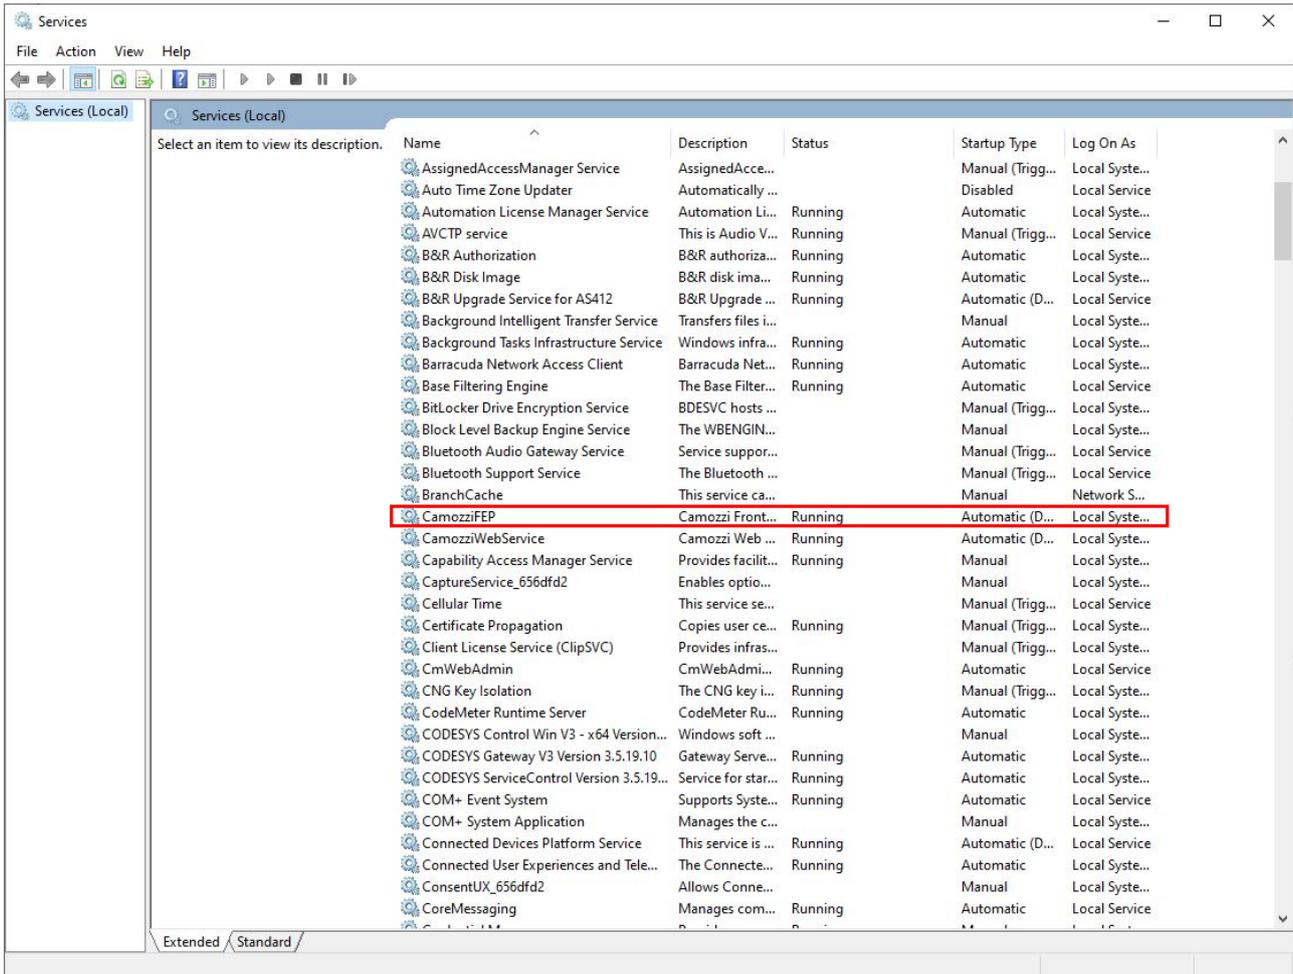

Figura 8.4: Servizio CamozziFEP
6. Accedere alla finestra servizi e verificare che lo stato del "CamoZZiFEP" sia in esecuzione (figura 8.4), nel caso non lo sia è possibile forzarlo manualmente accedendo alla stessa finestra con i privilegi d'amministratore.
- ❶ Se lo stato non è "running" (colore verde) cliccare sul comando "Start Gateway" affianco.
- ❷ Se non appare la COM con il numero seriale del dispositivo che si desidera collegare allora la connessione USB è assente, seguire le istruzioni nel capitolo 8.1.
- ❸ Se la connessione nella sezione "Tcp Connections" non è visibile accedere alla finestra servizi e verificare che lo stato del "CamozziFEP" sia in esecuzione (figura 8.4), nel caso non lo sia è possibile forzarlo manualmente accedendo alla stessa finestra con i privilegi d'amministratore.
❷ FEP: Se la connessione non è presente accedere alla finestra servizi e verificare che lo stato del "CamozziFEP" sia in esecuzione (figura 8.4), nel caso non lo sia è possibile forzarlo manualmente accedendo alla stessa finestra con i privilegi d'amministratore.
- ③ **Fast mode:** Se non sta funzionando correttamente è necessario disinstallare e installare nuovamente l'UVIX.